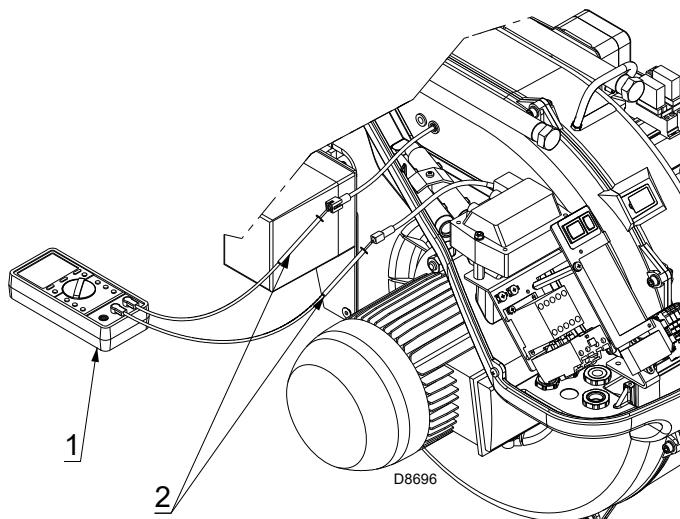

Fig. 35
Después de haber efectuado todas las demás regulaciones del quemador, con el presostato gas de máxima regulado al final de la escala, efectuar la regulación del presostato gas de máxima, (Fig. 35). Para calibrar el presostato gas de máxima, conectar un manómetro a su toma de presión, después de haber abierto su grifo. El presostato gas de máxima se debe regular a un valor no superior al 30% de la medida leída en el manómetro con el quemador funcionando a la potencia máxima. Después de efectuar la regulación, quitar el manómetro y cerrar el grifo.
Si, de todas formas, se quisiera medir la corriente de ionización hay que desconectar la clavija-toma (2)(Fig. 35) colocada en el cable de la sonda de ionización e introducir un microamperímetro 1)(Fig. 35) para corriente continua de 100 µA final de la escala.